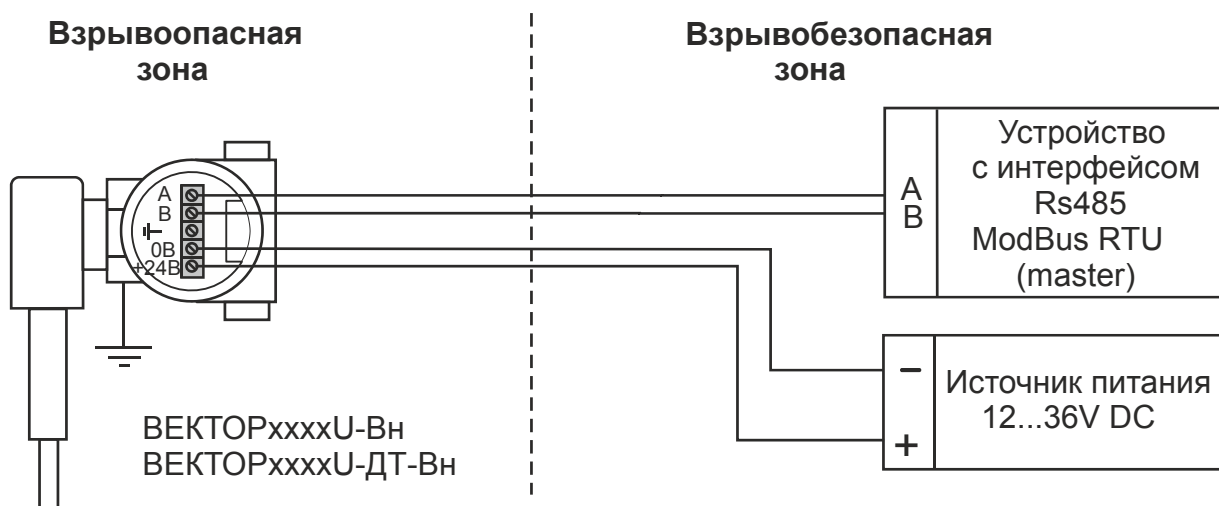

Рисунок 18. Схема подключения уровнемеров ВЕКТОРXXXXU-Вн, ВЕКТОРXXXXU-ДТ-Вн
6) Вставьте провода в соответствующие клеммы разъема. Затяните винты клемм при помощи маленькой шлицевой отвертки. Убедитесь, что провода подключены к соответствующим клеммам, приведенным на рисунке (см. рис. 18)